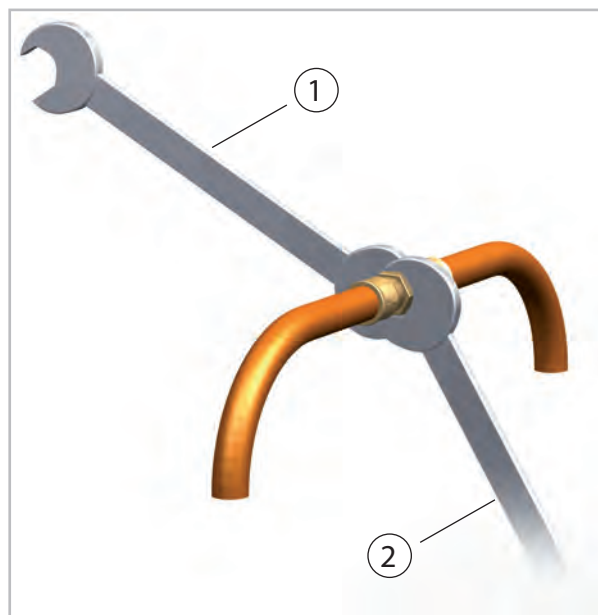

Abb. 79: Verschraubungen anziehen
- Die Verbindung der Kältemittelleitungen an den Geräteanschlüssen sollte zunächst per Hand erfolgen, um einen richtigen Sitz zu gewährleisten. Anschließend werden die Verschraubungen mit zwei passenden Maulschlüsseln befestigt. Es muss mit einem Schlüssel **gegengehalten** werden (Abb. 79).